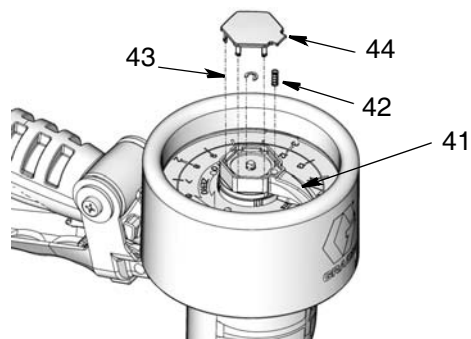

FIG. 14
2. Déposez le couvercle (44), le petit anneau de retenue (43), la goupille (41) du pointeur et le ressort (42) du pointeur (FIG. 14).